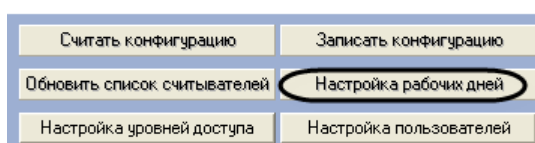

Рис. 3.3—9 Переход к настройке рабочих дней
1. Перейти на панель настроек объекта **ППК Рубикон** (Рис. 3.3—9).
2. Нажать кнопку **Настройка рабочих дней** (см. Рис. 3.3—9).